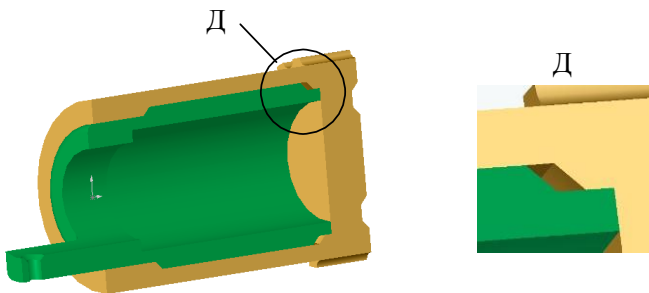

Рис. 7.4. Выбор кромок
2. Найти и зайти в режим редактирования эскиза создания внутреннего отверстия (рис. 7.4).